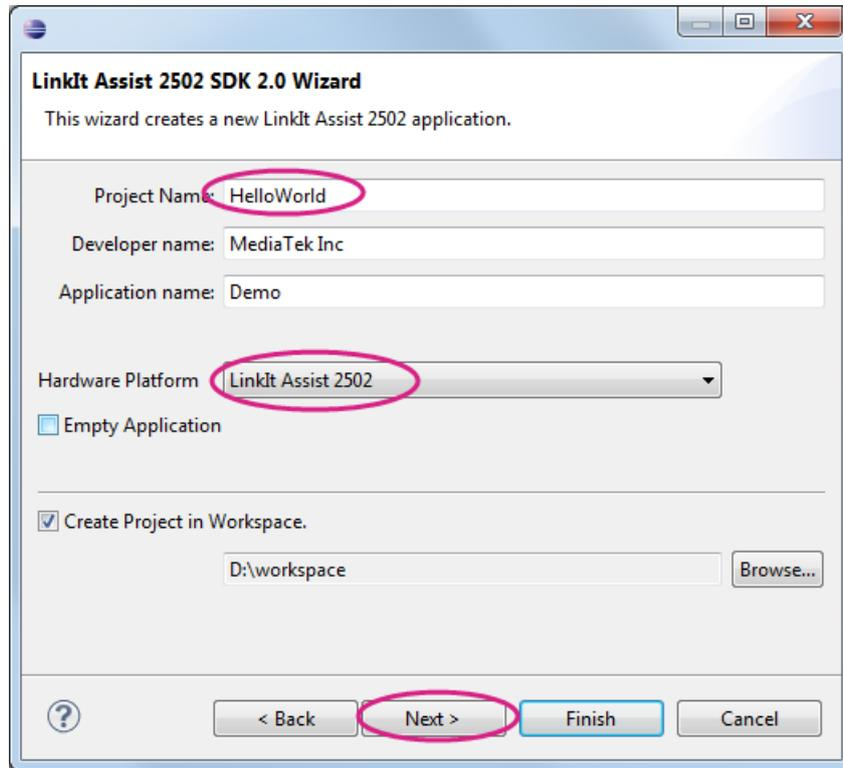

图 18 选择正确的硬件平台
- 3) LinkIt Assist 2502 SDK 2.0 向导窗口显示如下。请更改项目名称，并确保**硬件平台**与您的开发板型匹配，如图 18.单击 'Next' 。